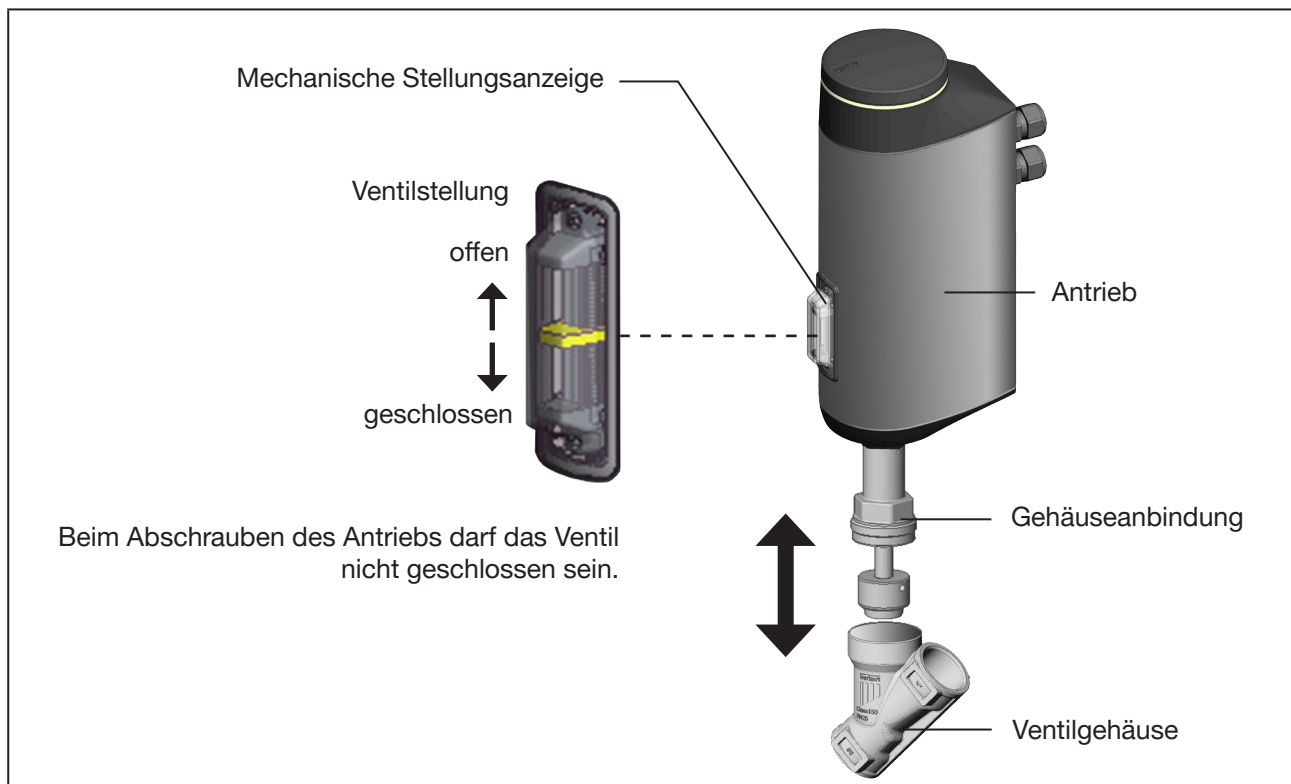

Bild 16: Montage elektromotorischer Antrieb (am Beispiel Schrägsitzventil)
- Das Außengewinde auf das Innengewinde der Gehäuseanbindung platzieren. Siehe „Bild 16: Montage elektromotorischer Antrieb (am Beispiel Schrägsitzventil)“.